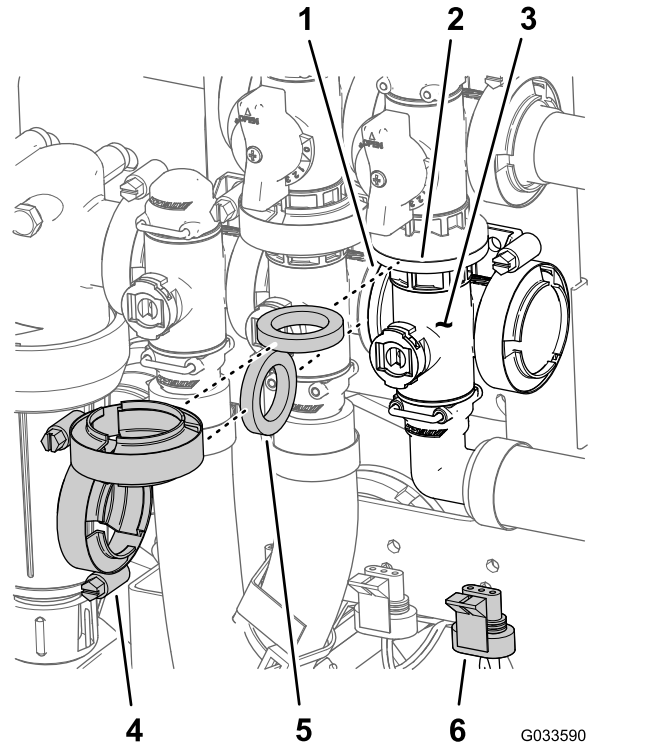

Bild 129
1. Fluchten Sie den Flansch des Hauptausleger-Ventilverteilers, eine Dichtung und den Flansch des Hauptausleger-Sicherheitsventils aus (Bild 129).
2. Montieren Sie den Hauptausleger-Ventilverteiler, eine Dichtung und das Hauptausleger-Sicherheitsventil mit einer Flanschklammer und ziehen sie mit der Hand an (Bild 129).
3. Fluchten Sie den Flansch des Hauptausleger-Ventilverteilers, eine Dichtung und den Rührwerkventilverteiler aus (Bild 129).
4. Montieren Sie den Hauptausleger-Ventilverteiler, die Dichtung und den Rührwerkventilverteiler mit einer Flanschklammer und ziehen sie mit der Hand an (Bild 129).
- Befestigen Sie das Rührwerkventil mit der Bundkopfschraube und der Sicherungsbundmutter (Bild 129), die Sie in Schritt 3 von Entfernen des Ventils des Hauptauslegerverteilers (Seite 84) entfernt haben, an der Ventilhalterung und ziehen Sie die Schraube und Mutter auf ein Drehmoment von 10 bis 12 N·m an.